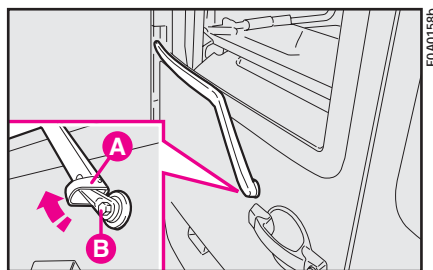

fig. 24
- 1) Поднимите крышку **A** (рис. 24 и 25), отверните гайку **B**, крепящую рычаг стеклоочистителя к оси, и снимите рычаг.